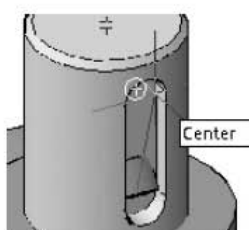

Рис. 12.56. Выбор третьей точки на пробке
8. Укажите третью точку с привязкой Центр (Center) — центр дуги, противоположной дуге окружности основания шпоночного паза в пробке (рис. 12.56).